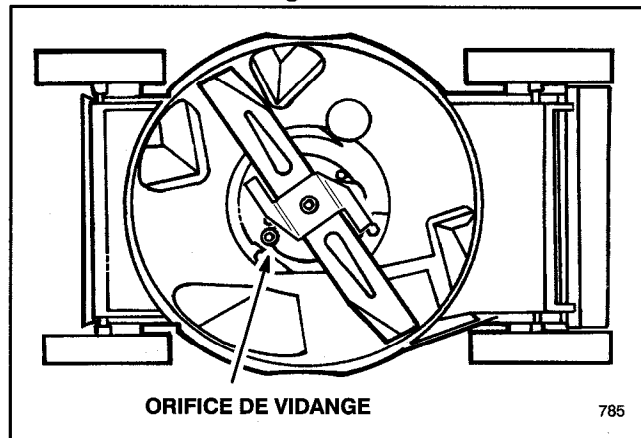

Figure 13
3. Retourner la tondeuse sur le côté droit (Fig. 13). Placer un bac de vidange sous la tondeuse.
4. Retirer le bouchon de vidange du dessous de la tondeuse au moyen d'une clé carrée de 3/8 po. (Fig. 13).